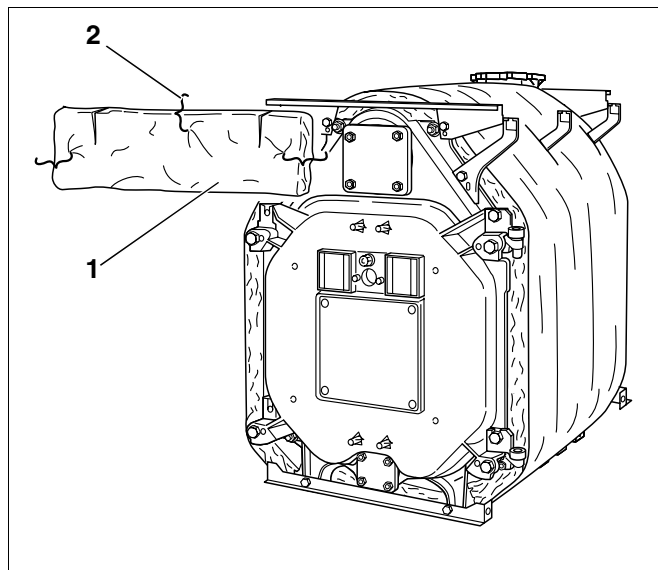

Fig. 44 Montering af forreste isolering
- Monter den firkantede isolering (fig. 44, **pos. 1**) med udskæringerne opad foran over døren.
- Fastgør isoleringen med 3 spændefjedre (fig. 44, **pos. 2**) til kroppens isolering.